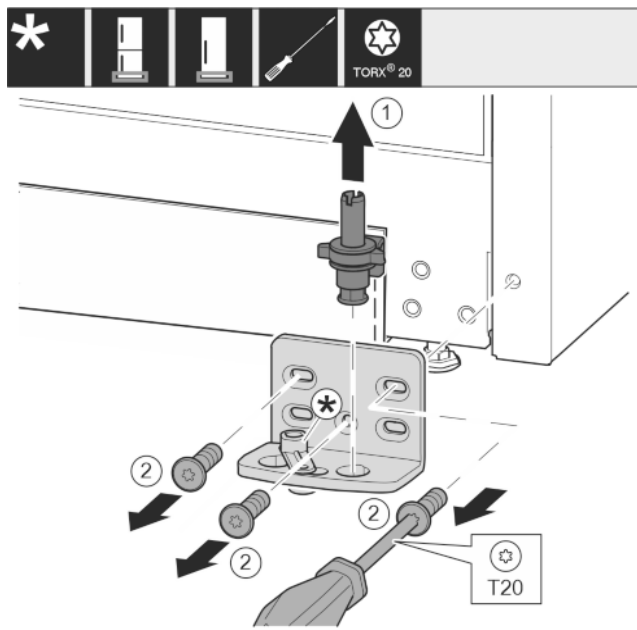

Fig. 13
- Ložiskový čap vytiahnite úplne nahor. Fig. 13 (1)
- Skrutky vyskrutkujte skrutkovačom T20 a odnímate ložiskovú konzolu. Fig. 13 (2)